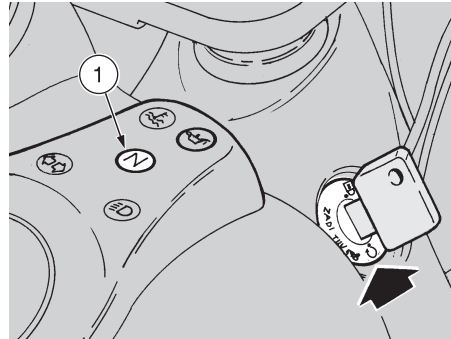

Fig. 22
- ◆ Coloque en "O" el interruptor de encendido (Fig. 22).
- ◆ Coloque la palanca cambio en punto muerto (luz indicadora luminosa verde "N" encendida) (1 -Fig. 22).